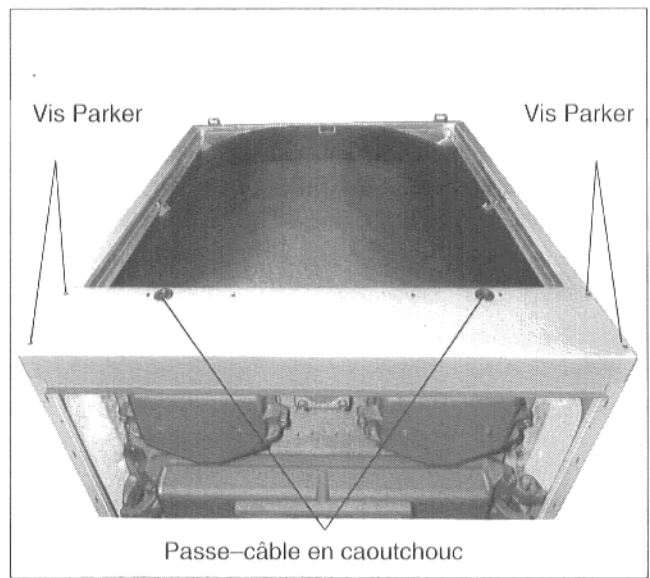

Fig. 44
- Boulonner le capot avant à l'aide de quatre vis Parker (Fig. 44).
- Faire une incision en croix dans le milieu du passe-câbles en caoutchouc et insérer la ou les conduite(s) du brûleur (Fig. 44).